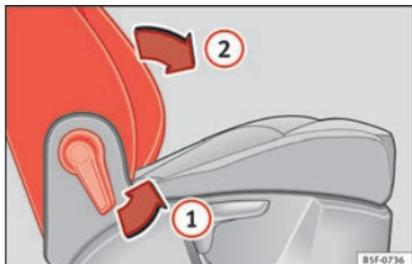

Fig. 148 Sedile del passeggero anteriore: leva di ribaltamento dello schienale.
- Tirare la leva ① » » fig. 148 e spingere lo schienale in avanti ② finché lo schienale non sarà in posizione orizzontale.